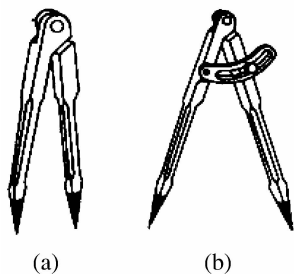

图 3-6 划规
7. 划规(图 3-6)。划规用来划圆和圆弧、等分线段、等分角度以及量取尺寸等。